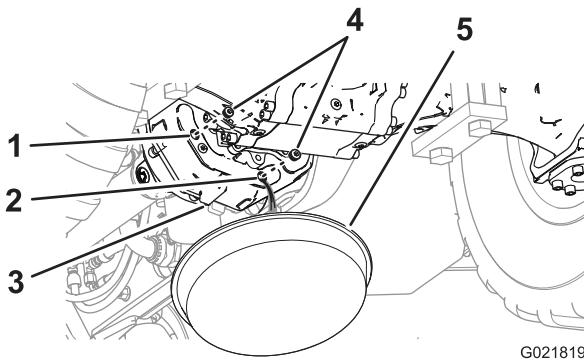

Рисунок 73
1. Поместите сливной поддон под заднюю часть картера трансмиссии (Рисунок 73).
2. Отверните пробки сливного и смотрового отверстий картера трансмиссии (Рисунок 73).